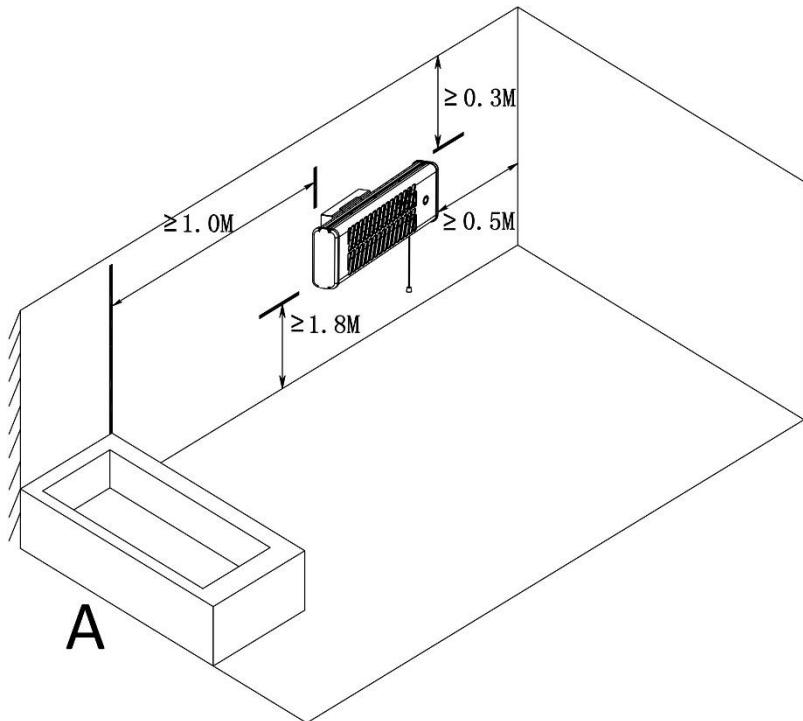
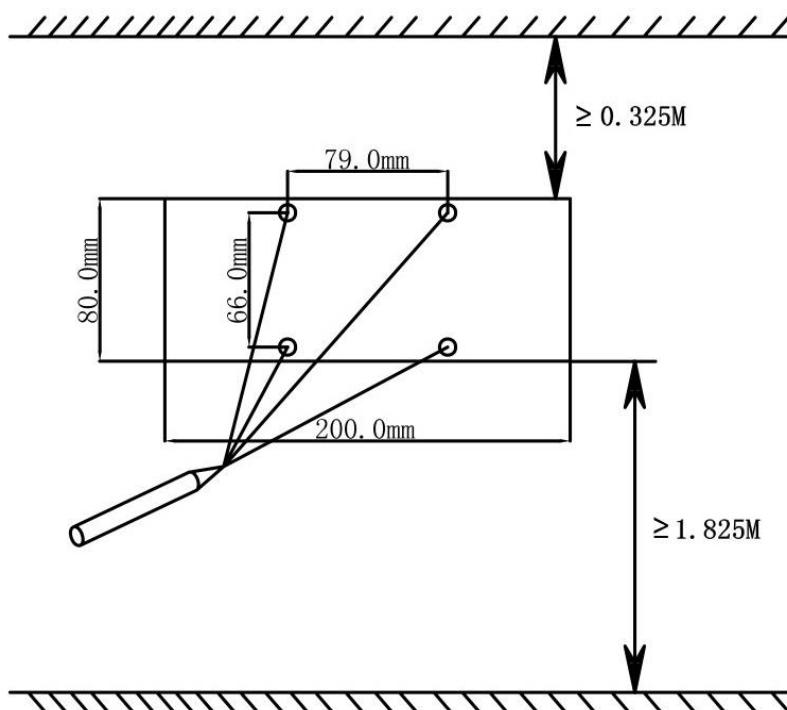

Abb. 3
Abb. 4
20. Halten Sie, wie in Abbildung 3 dargestellt, sichere Abstände gemäß europäischer Normen und nationaler Richtlinien ein.
2. Der Quarz-Heizstrahler darf nur in waagerechter Position montiert werden. Nicht an der Zimmerdecke oder senkrecht anbringen. Beachten Sie bei der Montage die Mindestabstände, wie in Abb. 3 angegeben. Der Heizstrahler muss mindestens 1.800 mm über dem Boden, mit einem Mindestabstand von 300 mm zur Zimmerdecke und von 500 mm zu den Seitenwänden montiert werden.
3. Suchen Sie eine geeignete Stelle, an der die Schnur des Zugschalters jederzeit gut zugänglich ist. Beachten Sie dabei stets die in Abb. 3 angegebenen Sicherheitsabstände. Markieren Sie die Bohrlöcher für die Montage an der Stelle auf der Wand, an der Sie den Heizstrahler befestigen wollen. Verwenden Sie die Maße in Abb. 4 als Referenz. Machen Sie ein Kreuz in der Mitte des Lochs, um ein präziseres Bohrergebnis zu erzielen. (Siehe Abb. 4)